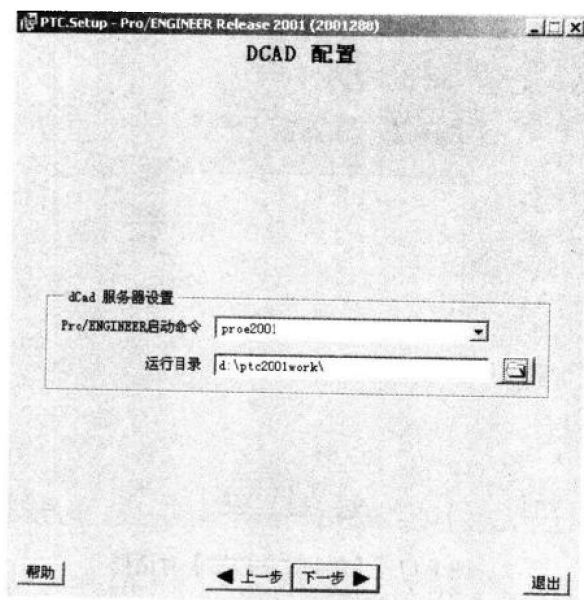

图 1-15 【DCAD 配置】对话框
(18) 单击下一步按钮进入【DCAD 配置】对话框，如图 1-15 所示。